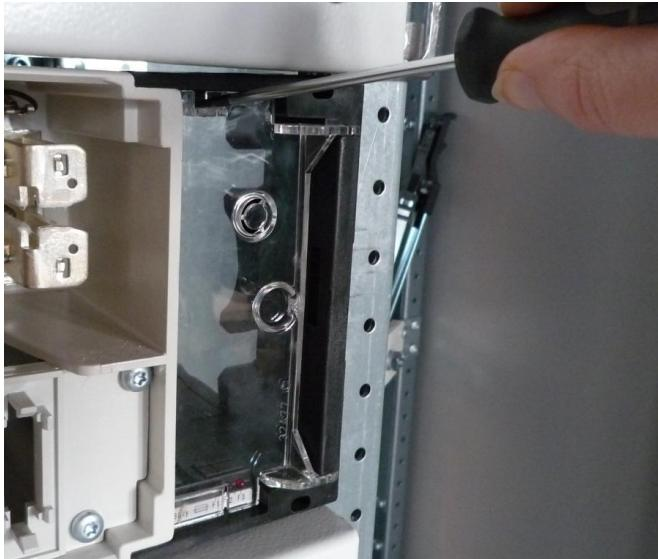

Figura 23 / Fig: 23
- Abrir hacia la derecha la tapa que cubre el amperímetro. Para ello, presionar hacia abajo la lengüeta del extremo superior izquierdo (Figura 23).